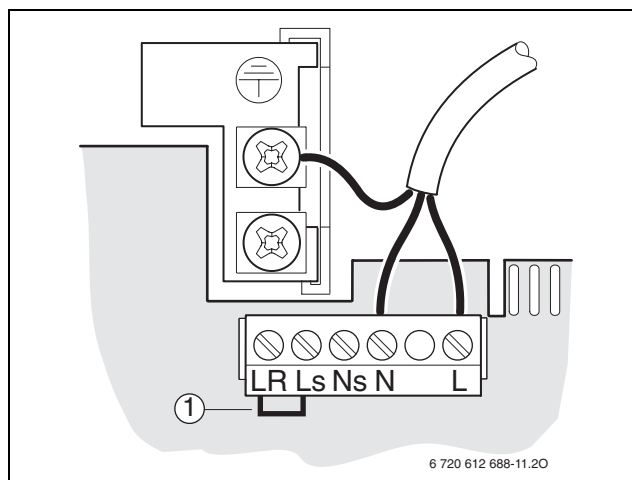

Fig. 25
I termostati o cronotermostati di tipo ON-OFF devono essere collegati ai morsetti LR/LS, → fig. 25. In questi casi, è necessario eliminare il ponticello (pos. 1) di serie.